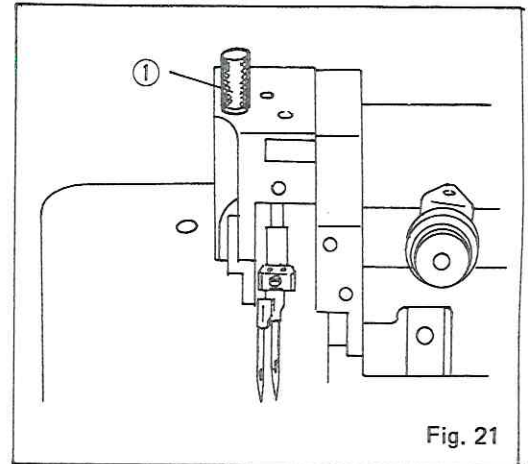

Fig. 21
(2) Foot Pressure Adjustment Fig. 21
Ajuste de la presión del prensatelas. Fig. 21
Réglage de la pression du pied presseur Fig. 21